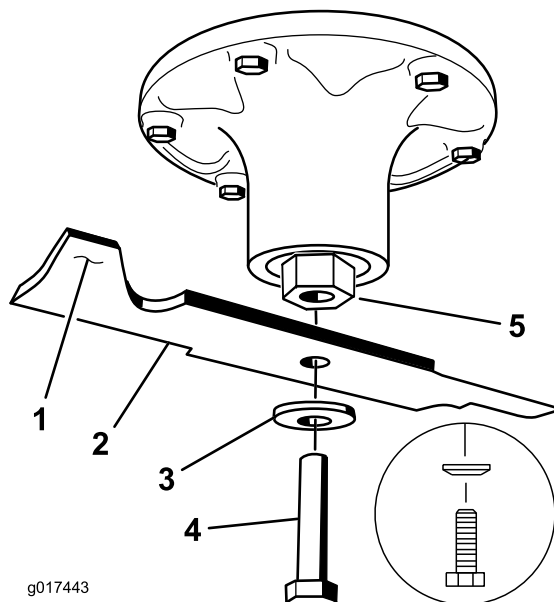

Figura 78
- Togliete il bullone, la rondella curva e la lama dall'asse del fusello (Figura 78).